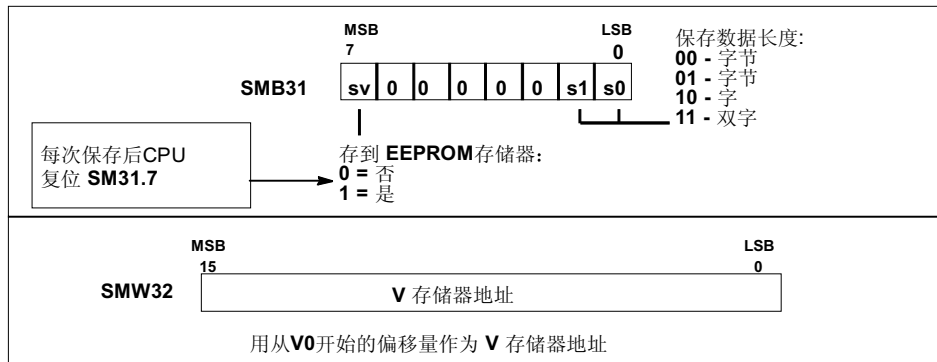

图 5-19 SMB31 和 SMB32 的格式
特殊存储器字节 31 (SMB31) 和特殊存储器字 32 (SMB32) 命令 CPU 复制 V 存储器中的一个数据到 EEPROM 中的 V 存储器区。图 5-19 为 SMB31 和 SMB32 的格式。采用下述步骤来保存或写 V 存储器中的一个指定值。
2. 将数据长度写入 SM31.0 和 SM31.1。(见图 5-19)